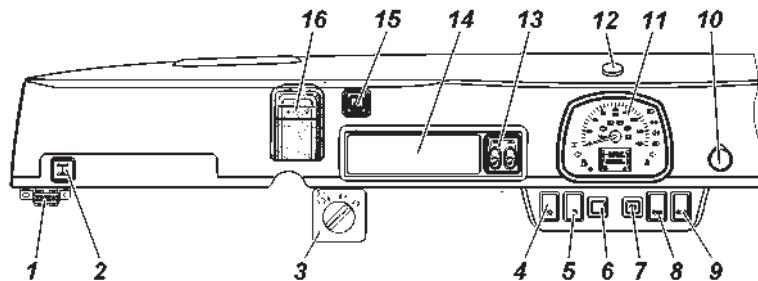
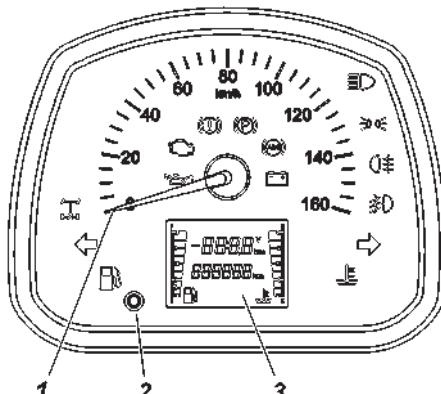

Рис. 3.3. Панель приборов (наименование позиций см. в тексте)
Рис. 3.4. Комбинация приборов (наименование позиций см. в тексте)
На панели приборов (рис. 3.3) расположены:
На рис. 3.4 изображена комбинация приборов.
Для включения блокировки нажмите и удерживайте кнопку 2 на панели приборов (рис.3.3) до включения сигнализатора  блокировки дифференциала заднего моста (рис. 3.4).
На автомобилях, оборудованных антиблокировочной системой тормозов, после включения блокировки происходит автоматическое отключение АБС, в результате чего загорается сигнализатор  неисправности АБС и сигнализатор  неисправности электронного регулятора тормозных сил (EBD) (рис. 3.4). В связи с тем, что сигнализатор EBD совмещен с сигнализатором неисправности рабочих тормозов, допускается эксплуатация автомобиля с включенным сигнализатором неисправности тормозов красного цвета только при активной блокировке дифференциала.
Ручное выключение блокировки возможно в любой момент повторным нажатием и удержанием кнопки 2 (рис. 3.3) до выключения сигнализатора  блокировки дифференциала заднего моста (рис. 3.4). Кроме этого, выключение происходит автоматически при выключении зажигания, или при превышении скорости 30 км/час. После выключения блокировки сигнализаторы ,  и  в комбинации приборов (рис. 3.4) гаснут.
- антенна 12 (рис. 3.3) ГЛОНАСС/GPS установленная на панели приборов.